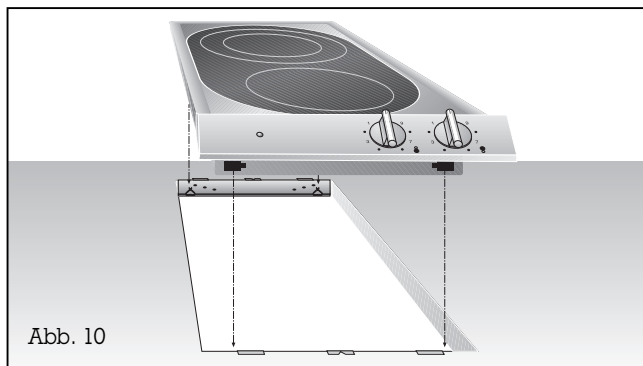

Abb. 10
– **Lassen Sie das Gerät in die Arbeitsplatte ein.** Achten Sie darauf, dass die Rastnasen am Gerät exakt auf den Klemmfedern aufliegen. Drücken Sie das Gerät fest in die Arbeitsplatte. Die Rastnasen am Gerät „schnappen“ in den Klemmfedern ein (Abb. 10).